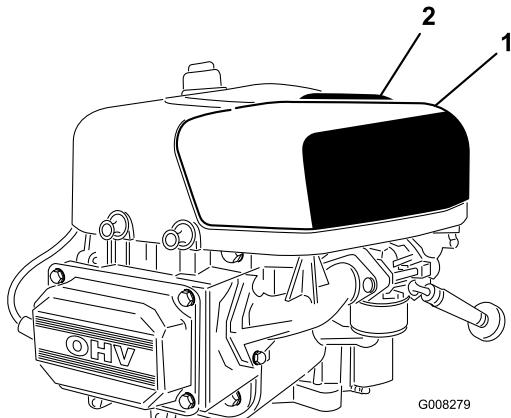

Figure 20
- Tirez la poignée du couvercle du filtre à air et tournez-la vers le moteur (Figure 20).